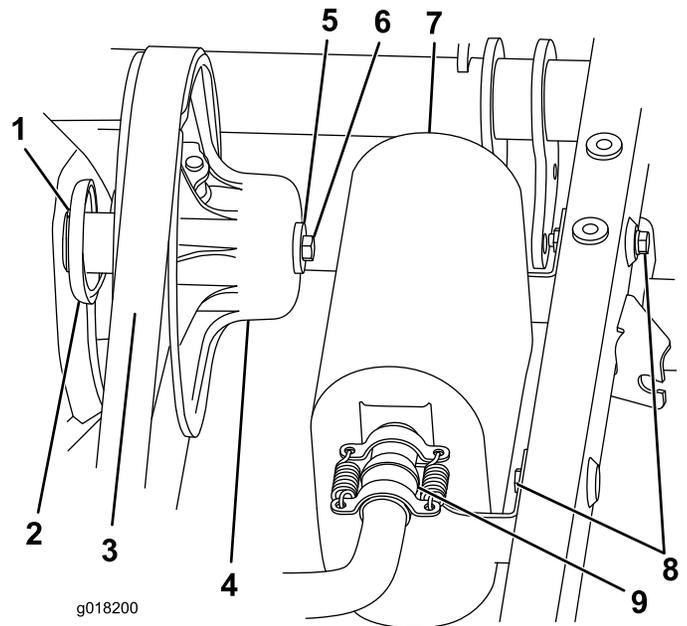

Figure 8
3. Détachez les deux ressorts qui fixent le silencieux au système d'échappement, déposez les deux fixations qui maintiennent le silencieux sur le cadre, et déposez le silencieux (Figure 8).
4. Enlevez la courroie de l'embrayage secondaire (Figure 8).
5. Retirez le boulon et la rondelle à épaulement qui fixent l'embrayage et déposez ce dernier de la boîte-pont (Figure 8).